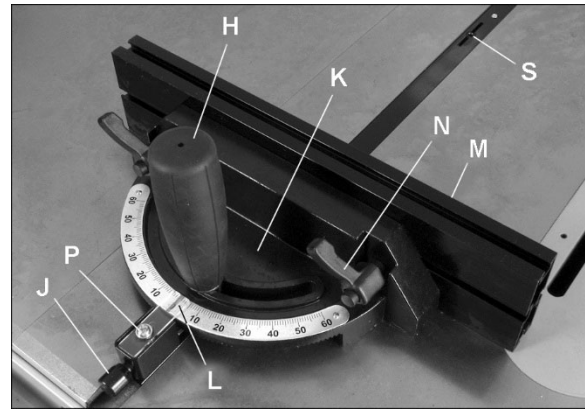

Figura 8-2
2. Afloje la manija de traba (H, Figura 8-2) girándola hacia la izquierda.
3. Tire hacia afuera de la perilla cargada por resorte (J) y gire la perilla hasta que el cuerpo (K) del calibre de inglete esté al ángulo deseado según se indica en la escala.
4. Apriete la manija de traba (H).
La guía del calibre de inglete (M, Figura 8-2) puede ajustarse deslizando a la derecha o a la izquierda, o retirarse completamente.
2. Fije el calibre de inglete a 90° con respecto a la hoja (ajuste de 0° en la escala) aflojando la manija de traba (H, Figura 8-2) y tirando después hacia afuera de la perilla cargada por resorte (J) y girando el cuerpo (K) hasta que se indique 0° en la escala.
NOTA: La barra del calibre de inglete tiene dos ranuras con tornillos de presión (S, Figura 8-2). Ajuste estos tornillos de presión para eliminar cualquier juego entre barra y ranura de inglete.